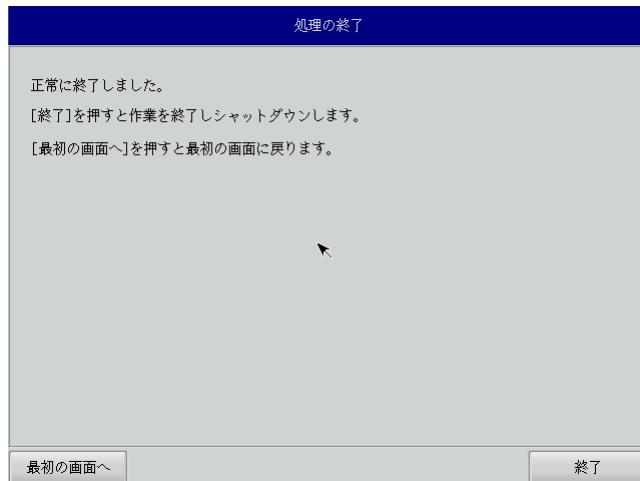

図5-2-9. 終了画面
- ⑬ 終了画面（図5-2-9）が表示されるとバックアップファイルの書き込みは完了です。[終了]ボタンを押して電源を落とし、リカバリUSBメモリ、保存メディアを外します。